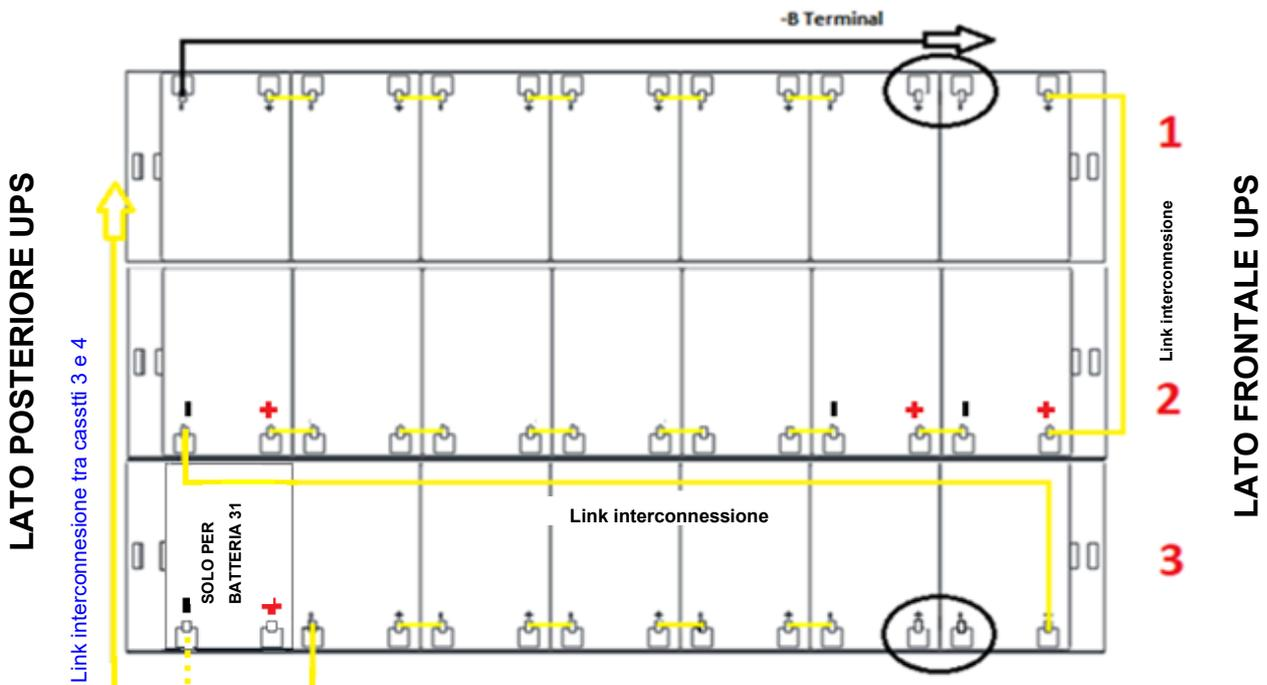

Figura 34 - Vista dall'alto Piano N°1 con connessioni batterie
6) Cablare il piano n°1 come indicato nella figura 34. Lasciare scollegati i ponticelli cerchiati.